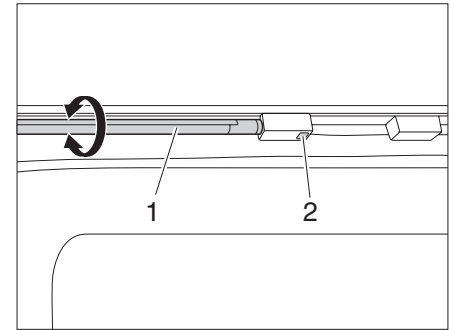

Bild 45 LED-Lichtleiste
- ▶ LED-Lichtleiste (Bild 45,1) am Schalter (Bild 45,2) ein-/ausschalten.
- ▶ LED-Lichtleiste (Bild 45,1) am Leuchtkörper fassen und drehen.